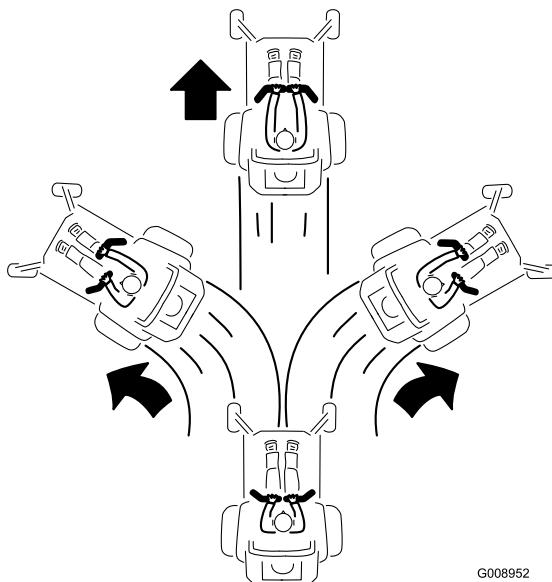

Bild 26
2. Drücken Sie die Fahrantriebshebel langsam nach vorne, um vorwärtszufahren (Bild 26).